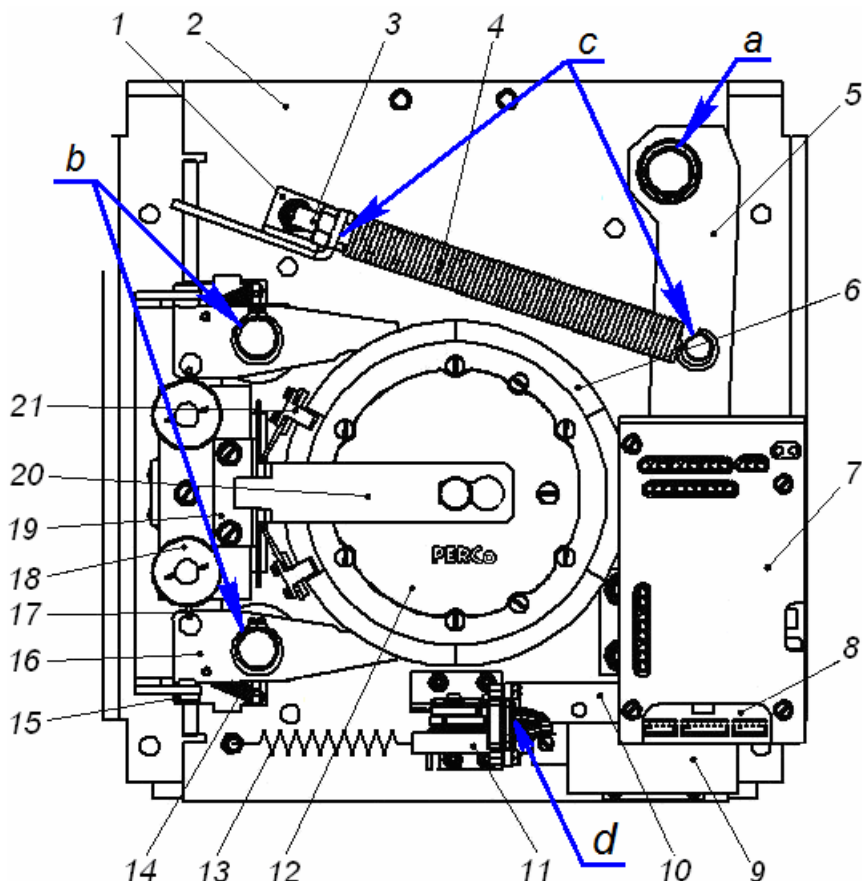

Рисунок 13. Расположение внутренних деталей и узлов механизма турникета (a, b, c, d – места смазки)
3. Проверьте надежность крепления осей преграждающих планок (5) к маховику.
5. Снимите крышку с блоком индикации (2) (см. разд. 6).
6. Проведите визуальный осмотр устройства доворота (толкателя, пружин и ролика), оптических датчиков поворота преграждающих планок и демпфирующего устройства (см. рис. 13).
7. Удалите чистой ветошью, смоченной спирто-бензиновой смесью, возможное загрязнение с поверхности кольца контрольного (6, рис. 13) находящегося в зазоре оптических датчиков поворота преграждающих планок.
8. Выполните смазку поверхностей трения механизма турникета (см. рис. 13):
10. Подключите разъем кабеля платы индикации к разъему платы управления и установите на место крышку с блоком индикации (2) в порядке, обратном снятию. Правильная установка крышки с блоком индикации (2) не требует применения больших физических усилий.
11. Установите маховик (3) с преграждающими планками (5). Порядок установки маховика указан в разд. 8.4.6.
12. Проверьте работу устройства электромеханической разблокировки планок преграждающих (5) подачей и снятием напряжения питания на турникет.
13. Проверьте надежность крепления стойки турникета к полу и при необходимости подтяните болты анкеров (13). Для этого:
- извлеките заглушки (14) из отверстий в основании стойки турникета (1);
- подтяните болты анкеров (13);